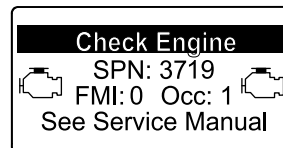

Figura 54
- Se è necessaria una rigenerazione di recupero, viene visualizzata un'avvertenza motore nell'InfoCenter SPN 3719, FMI 16 (Figura 54) e il computer riduce la potenza del motore all'85%.